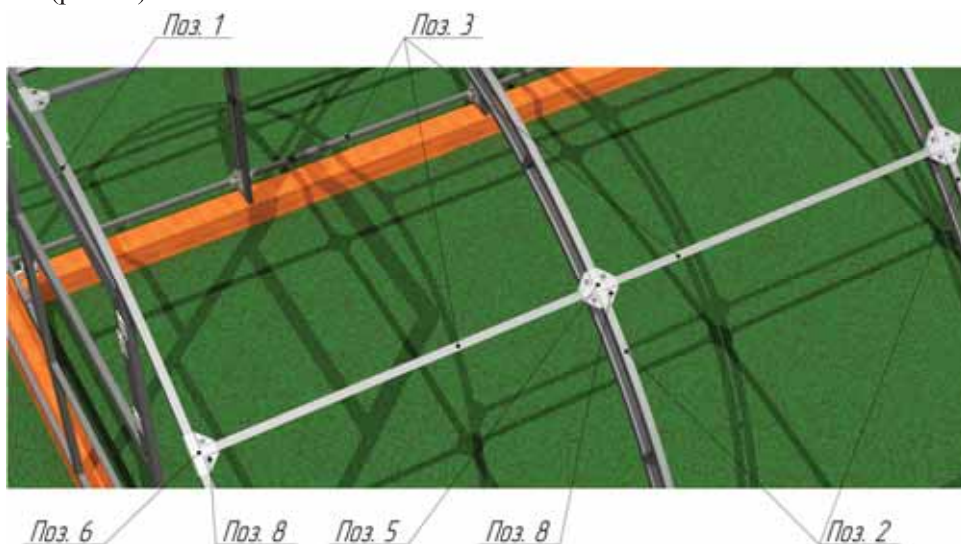

Рис. 10. Монтаж дуг
7. Соединить обе полученные конструкции стяжкой (Поз.3) путем вставки поочередно обоих ее торцов в крепление-спайдер «Х-образный» (Поз.5) и крепление-спайдер «Т-образный» (Поз.6) с последующей затяжкой (рис.10).